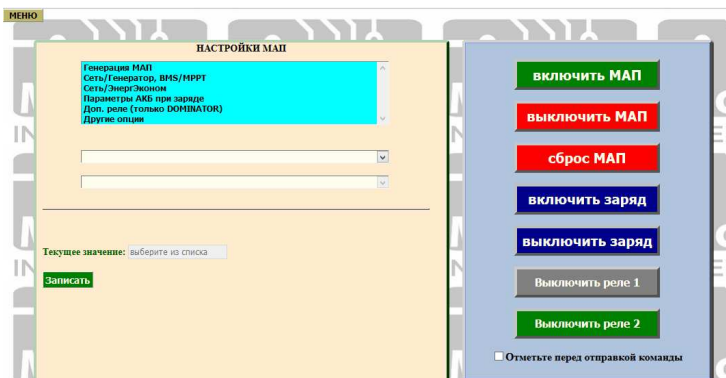

Рисунок 8. Дистанционное управление Реле
**“Внешнее управление”** – Реле включается по команде, переданной через Web-интерфейс на закладке управления МАП или с помощью специального ПО, см. рис.8 *НЕТ дополнительных параметров.*